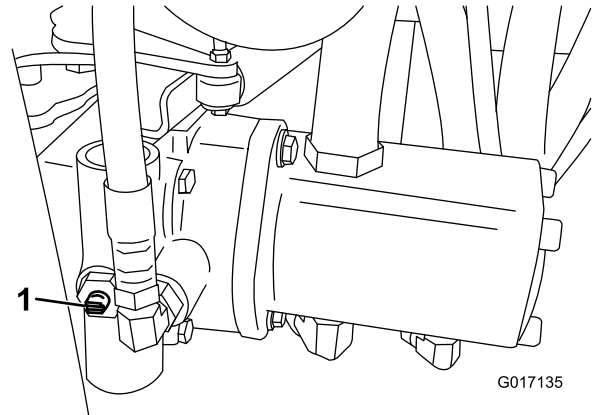

Bild 27
1. Ermitteln Sie das Sicherheitsventil an der Pumpe und drehen es so, dass der Schlitz vertikal ist (Bild 27).
2. Schließen Sie vor dem Starten des Motors das Sicherheitsventil. Drehen Sie den Schlitz des Ventils in die horizontale Stellung (Bild 27). Starten Sie den Motor nie, wenn das Ventil noch offen steht.